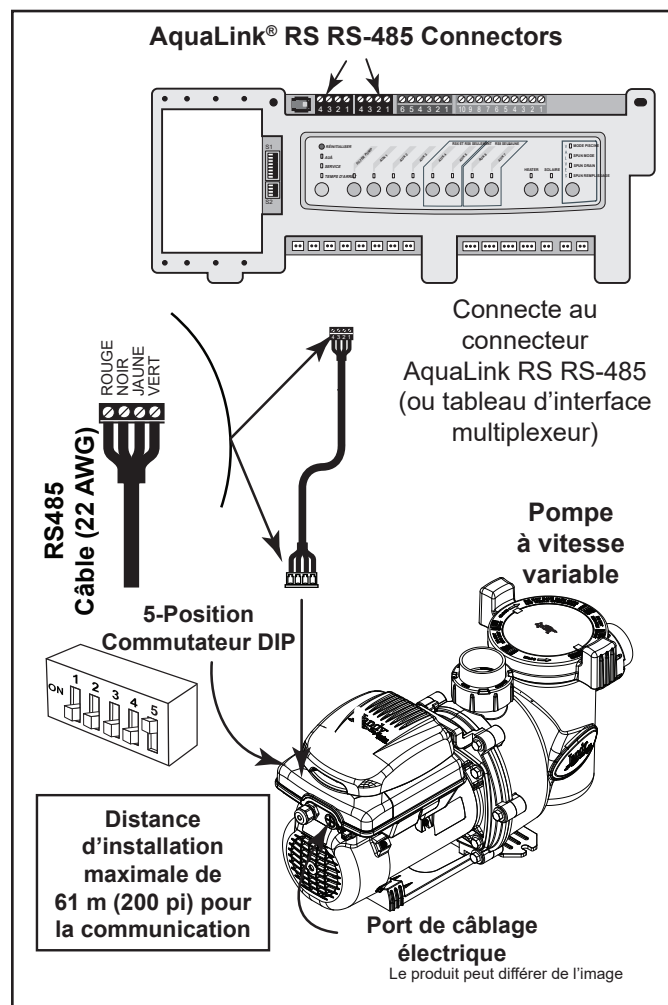

Figure 7. Câblage du contrôleur AquaLink RS ou AquaLink PDA
3. Glisser les commutateurs DIP 1 et 2 en position désactivée (OFF). Glisser le commutateur DIP 5 en position activée (ON). Voir la Figure 7.
- b. Connecter le nouveau câble RS-485 de AquaLink par le raccord de compression disponible et faire passer le câble à 4 conducteurs dans le port fileté de l'entraînement du moteur le plus proche du connecteur. Figure 7.
6. Connecter le connecteur RS-485 sur le AquaLink® RS (ou la carte interface du multiplexeur), en faisant correspondre les couleurs de fils aux positions du connecteur comme suit : 1-rouge, 2-noir, 3-jaune et 4-vert. Voir la Figure 7.
7. Fixer le couvercle de la pochette et le joint d'étanchéité avec les six (6) vis à la base du contrôleur à vitesse variable sur le moteur.
10. Préparer le câble et fixer un autre connecteur à 4 broches, en faisant correspondre les couleurs de fil, Figure 7.
13. Vérifier que les réglages du commutateur DIP correspondent à la figure 7.